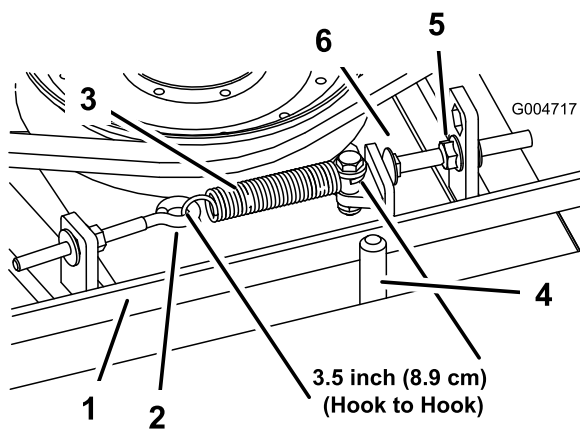

Figura 70
Quando a tensão estiver correcta, a medida da mola de extensão (gancho a gancho) deverá ser de cerca de $8,9 \text{ cm} \pm 0,63 \text{ cm}$ (lado interior). Logo que se obtenha a tensão correcta da mola, ajuste o pino de fecho (parafuso da carroçaria) até haver uma folga aproximada de $0,32 \text{ cm} \pm 0,152/0,000 \text{ cm}$ entre a cabeça do parafuso e o braço intermédio (Figura 70).
Nota: Certifique-se de que a correia está colocada no lado da mola do guia da correia (Figura 70).
2. Desaperte o parafuso com olhal permitindo a remoção da mola de extensão (Figura 70).
3. Desaperte a porca flangeada que fixa o pino de fecho na patilha de montagem. Puxa a porca ligeiramente para trás para permitir que o braço intermédio passe pelo pino de fecho (Figura 70). Retire a polia intermédia da correia para aliviar a tensão da correia.
8. Volte a ligar a mola de extensão (Figura 70) ao parafuso de olhal e aplique a tensão na correia como se segue: